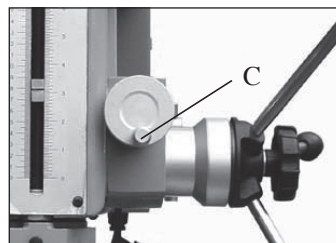

Bild 6
1. Ta tak i håndtaket (C-Fig. 6) på rattet og sveiv.